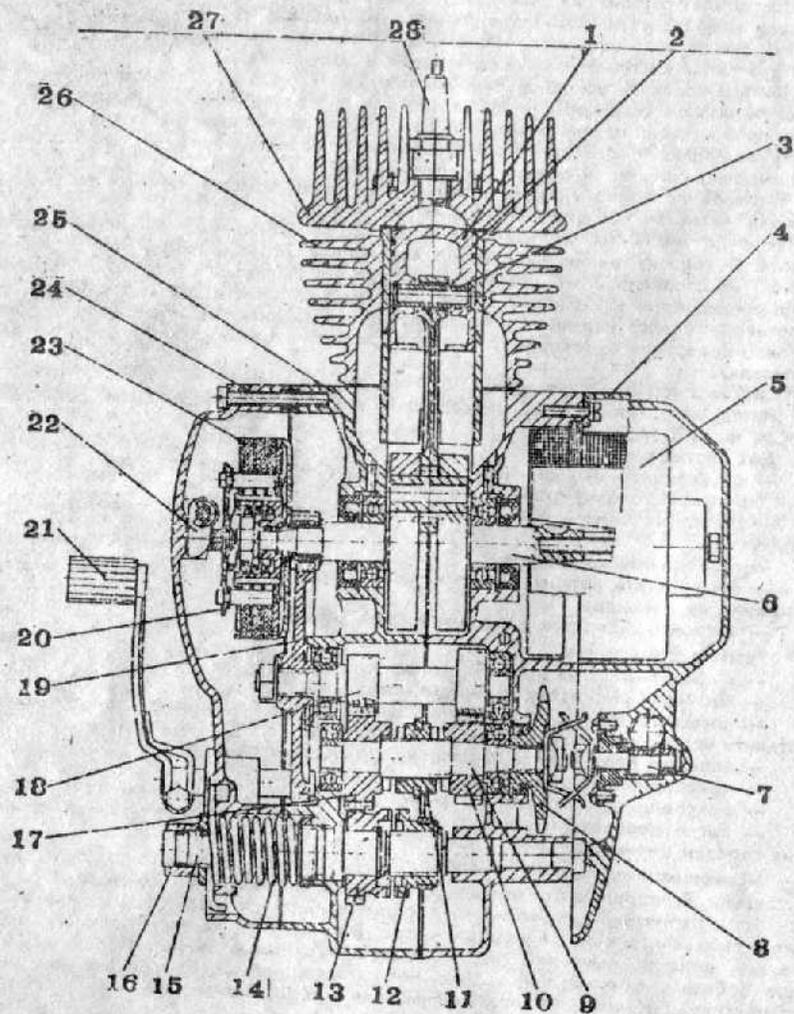

Рис. 5. Двигатель (разрез):
**Картер** является основной силовой несущей частью двигателя и состоит из левой и правой половины, стянутых винтами. К правой половине картера винтами прикреплена правая крышка 4 (рис. 5), закрывающая генератор 5, звездочку ведущую 8 и в двигателе В501 рычаг переключения передач. В ней смонтированы шестерни редуктора спидометра.
Головка цилиндра 27 (рис. 5) и цилиндр 26 отлиты из алюминиевого сплава. В головку цилиндра ввертывается свеча 28. В цилиндр запрессована гильза, изготовленная из специального чугуна. Цилиндр к картеру, а также головка цилиндра к цилиндру крепятся четырьмя шпильками и гайками. Для уплотнения между картером и цилиндром устанавливается прокладка из специального картона, а между головкой цилиндра и цилиндром — алюминиевая прокладка.
**Кривошипно-шатунный механизм** состоит из поршня 1 (рис. 5) с двумя кольцами 2, поршневого пальца 3, и составного коленчатого вала 4.
Коленчатый вал состоит из правой и левой цапф и запрессованного в них пальца, кривошипного и шатуна. Щеки цапф являются противовесами коленчатого вала. Вал — неразъемный. В верхнюю головку латуна запрессована втулка под поршневой палец 3 (рис. 5). Для смазки пальца в верхней головке шатуна имеется паз. Подшипник нижней головки шатуна — роликовый, игольчатый К16Х22Х12. Коленчатый вал вращается на двух шарикоподшипниках № 203.
**Коробка передач двигателя В501** — двухступенчатая. Управляется нажатием ноги на рычаг переключения передач 21 (рис. 5).
В момент запуска двигателя муфта переключения передач должна находиться в нейтральном положении. При нажатии ногой на педаль рычага кикстартера вращение передается валу 15 (рис. 5), а муфта храповая 12 перемещается влево, и его торцевые зубья, входят в зацепление с торцевыми зубьями шестерни кикстартера 13. Пусковая шестерня через коробку передач и муфту сцепления приводит в действие кривошипно-шатунный механизм.
Для снятия шатуна кикстартера 16 (рис. 5) выверните и выгадите винт стяжной.